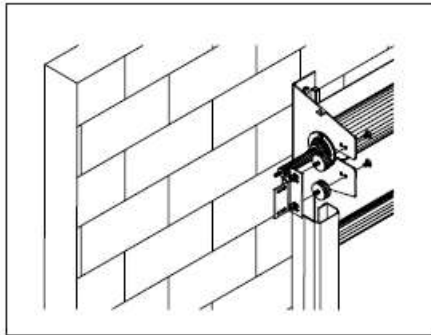

Figura 28
2. Instale los cojines y el soporte en la brida del lado del motor (vea la figura 28).